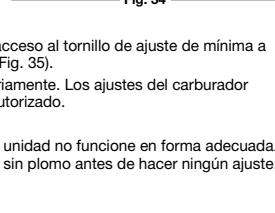

Fig. 34
2. Retire el filtro de aire (Fig. 34).
6. Vuelva a colocar el filtro (Fig. 34).